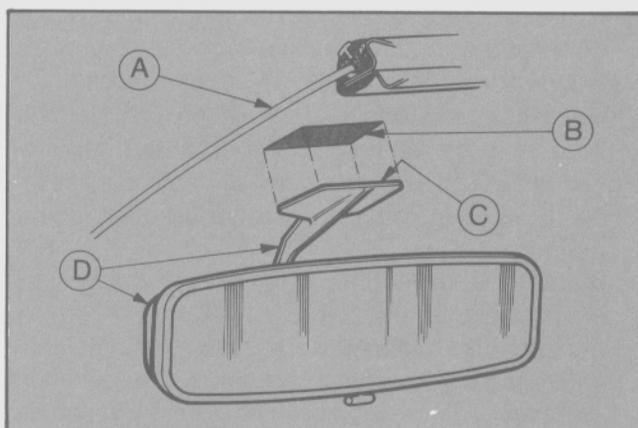

Fig. 60 - Fijación del espejo retrovisor.
- Aplicar la base sobre el parabrisas, de forma tal que la almohadilla autoadhesiva quede instalada en la zona limitada por el inserto cerámico del parabrisas, y mantenerla firmemente en esa posición durante 1 minuto aproximadamente. (Fig. 60).